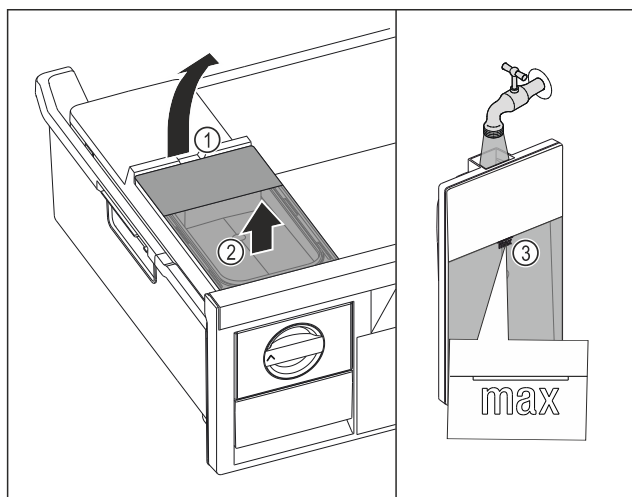

Fig. 109
- ▶ Zbiornik wody unieść za wycięcia Fig. 109 (1).
- ▶ Wyjąć zbiornik wody do góry Fig. 109 (2)
- ▶ Zbiornik wody napełnić wodą pitną aż do oznaczenia Fig. 109 (3).